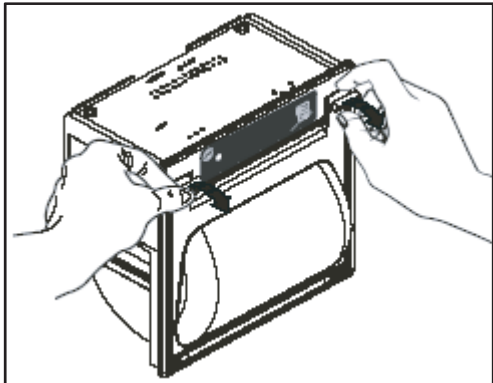

Fig. 36 : Ouverture de l'imprimante
1. Ouvrir le couvercle de l'imprimante comme sur la Fig. 36.